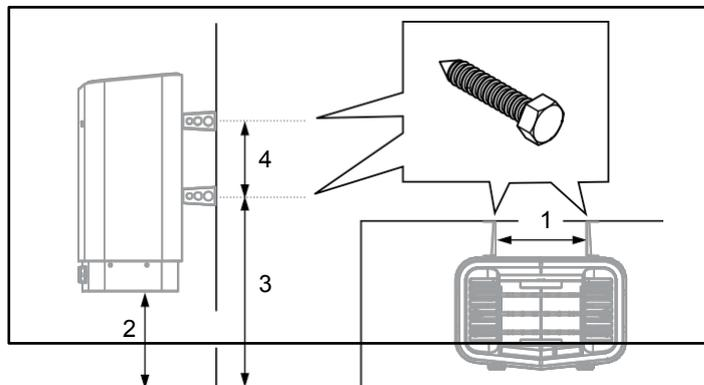

Figura 8: Dimensionamento
6. Posizionare le viti della staffa in base alle dimensioni specificate, come indicato nella Figura 8.